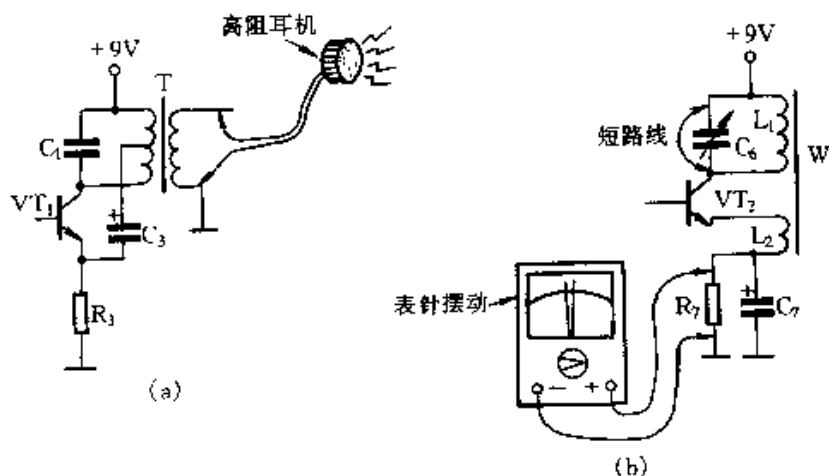

图 4-42
③ 检测电路是否起振。按图 4-42(a)所示,用高阻耳机接到音频变压器 T 的次级,应能听到“嘟——”的声音,说明音频振荡器已起振。用万用表测量 R_7 上的电压(见图 4-42(b)),当短路可变电容器 C_6 时,表针应有摆动,说明高频振荡器已起振。如电路未起振,应重点检查音频变压器 T 或磁性天线 W 的引线有否搞错。